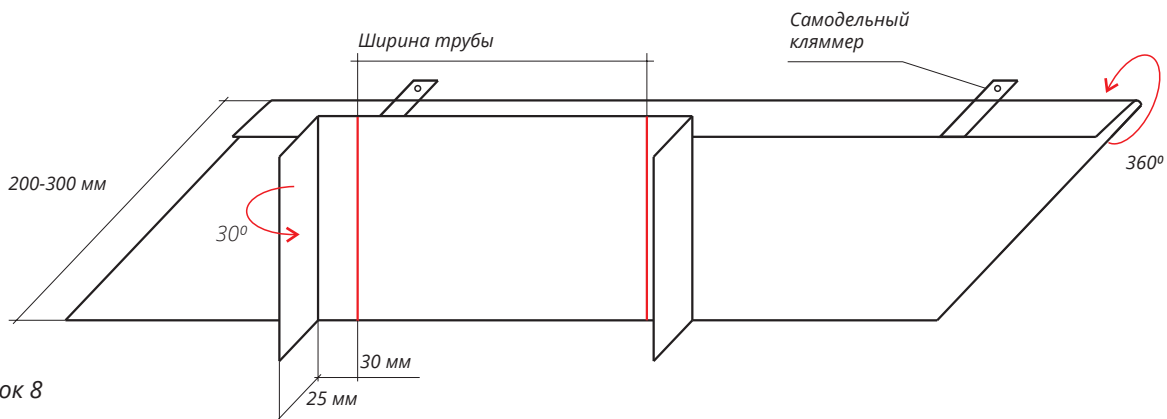

Рисунок 8
- Подготовьте Панку примыкания верхнюю исходя из развертки (Рис. 8).